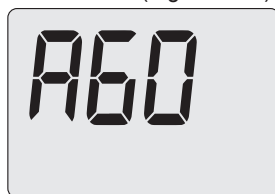

Figura 9.31
- Premere il tasto 13 fino a far apparire sul display LCD codice **A60**, indicante l'entrata nel "parametro A60" (Figura 9.31).